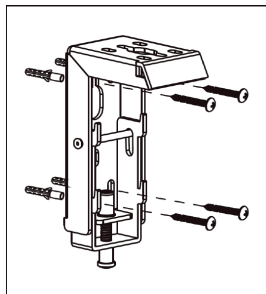

Figure 4
2. **Montage sur des structures porteuses en béton** : tracez les points de perçage à l'aide des équerres sur votre mur et percez des trous adaptés aux chevilles fournies. Les chevilles doivent être fermement insérées dans les trous. Si les chevilles entrent trop facilement dans les trous, cela signifie que les trous sont trop grands et qu'il faut utiliser des chevilles et des vis de diamètre supérieur ou percer de nouveaux trous. Insérez complètement les chevilles dans les trous et vissez les équerres à l'aide des vis fournies, tel qu'indiqué dans les figures 4 et 5.